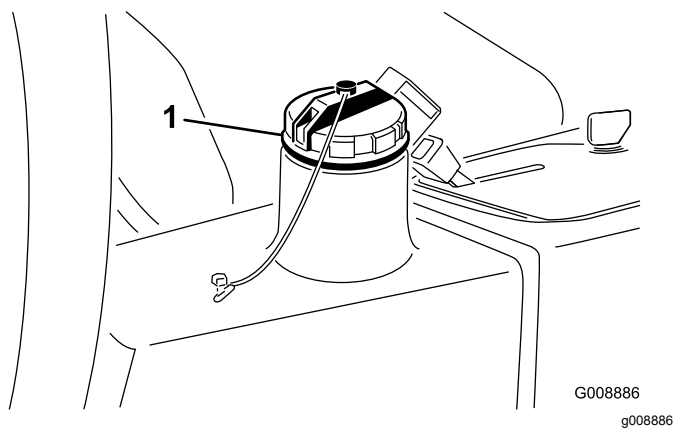

図 79
4. 油圧オイルタンク 図 79に約 13.2 リットルの油圧オイルを入れる 油圧システムを点検する \(ページ 47\)を参照。